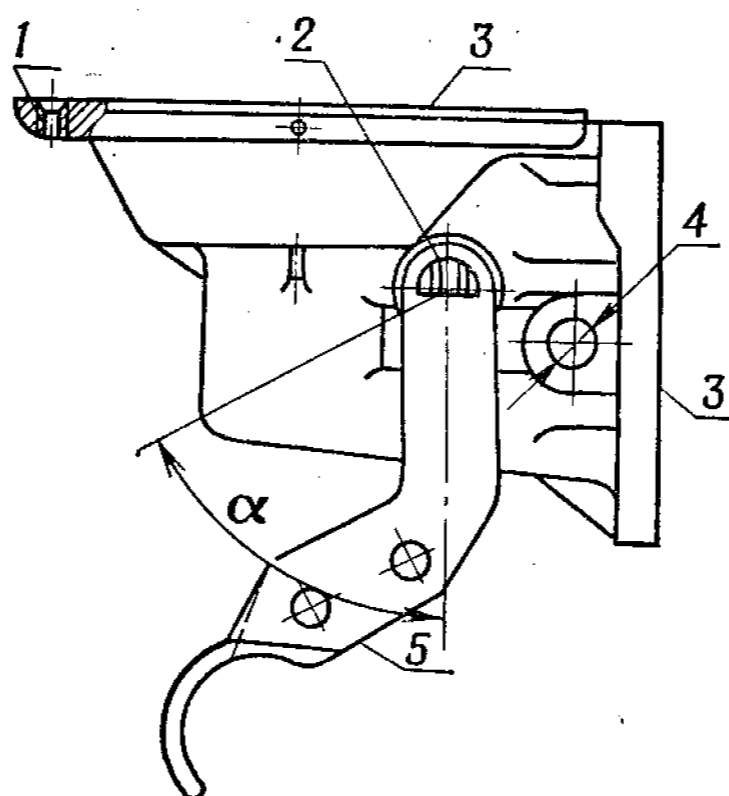

Рис. 69. Корпус топливного насоса в сборе
1. Корпус топливного насоса в сборе (рис. 69)